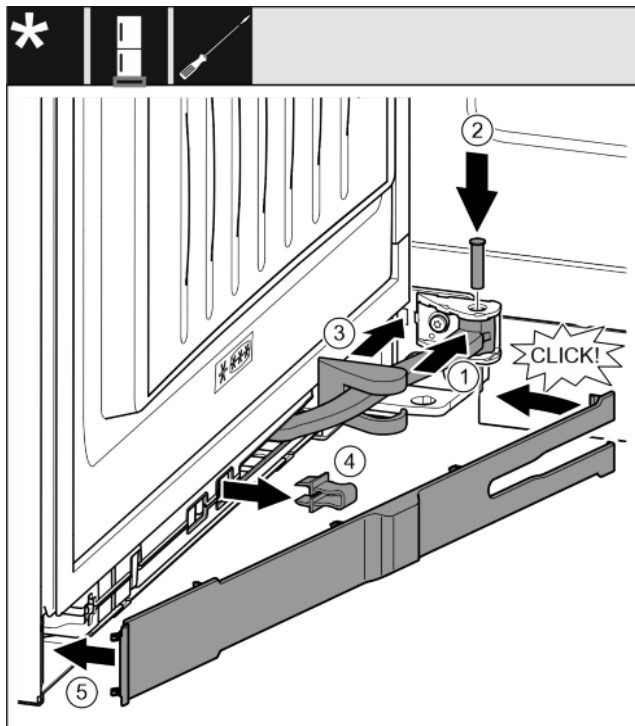

Fig. 37
- ▶ Kĺb otočte v závese. Fig. 37 (1)
- ▶ Skrutkovačom T15 nasadíte čap do závesu a kĺbu. Pritom dbajte na to, aby sa zaistovací doraz nachádzal správne v drážke. Fig. 37 (2)
- ▶ Kryt ložiskovej konzoly posuňte pozdĺž kĺbu a namontujte ho nad záves. Fig. 37 (3)
- ▶ Vyberte poistku. Fig. 37 (4)
- ▶ Kryt nasadíte na strane rukoväte a priklopte. Fig. 37 (5)